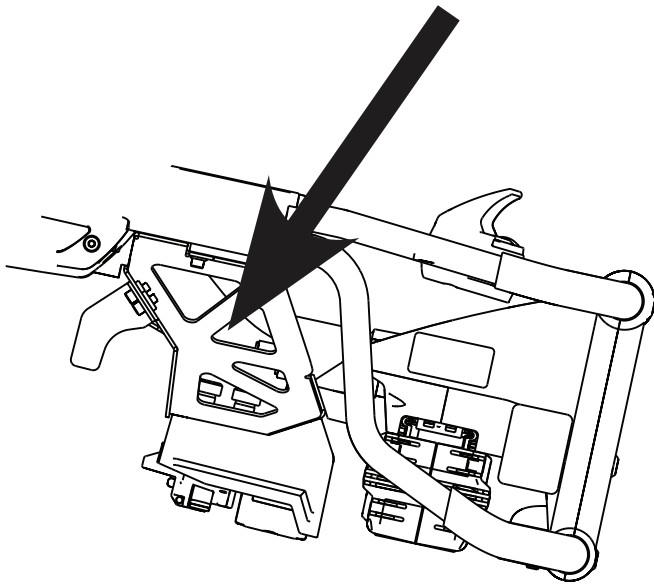

Afbeelding 26 – Infuspaal omhoog zetten en defibrillatorblad in positie brengen (model 6506 weergegeven)
3. Als het product is uitgerust met een infuuspaal, zet u de infuuspaal in de stand omhoog (Afbeelding 26).
5. Plaats de binnenste poten (B) van het defibrillatorplatform richting het hoofdeinde van het product (Afbeelding 26).